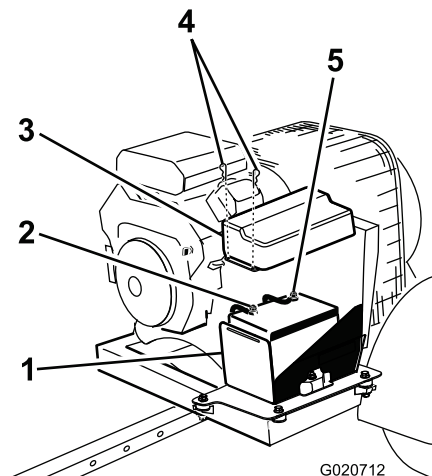

Bild 5
2. Schließen Sie das (rote) Pluskabel am Pluspol (+) der Batterie an (Bild 5).
3. Schließen Sie das Minuskabel (schwarz) an den Minuspol (–) der Batterie an (Bild 5).